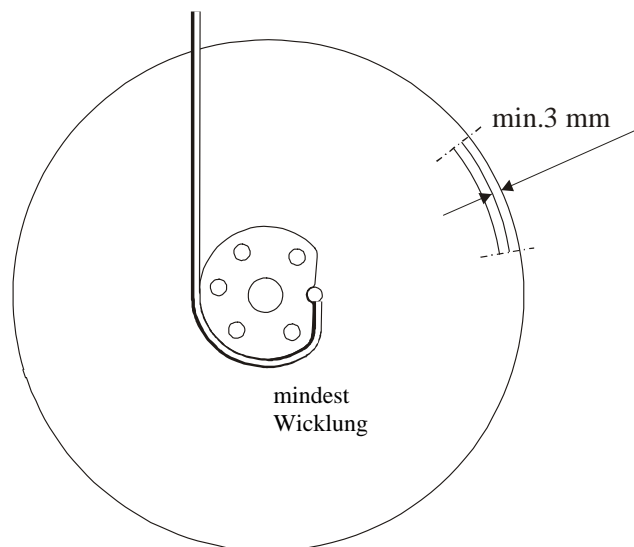

Abb. 4
Wenn der Motor nicht laufen kann, den Schalter (B) auf MAN stellen und versuchen durch Schalter (C) den Motor zu betätigen. Wenn das möglich ist, die Öffnungs- und Schließverbindungen zur Automatikeneinheit und evtl. auch das Potentiometer nachprüfen. Wenn die Betätigung des Motors nicht möglich ist, nachprüfen, ob 230 V ac vorhanden ist. Wenn ja, den Schalter (C) auf Öffnen (aufwärts) stellen, den Deckel abnehmen und die Spannung zwischen Öffnen (E) und Null (N) auf Klemme J1 (Abb.4) messen. Wenn die Spannung O.K. ist und der Motor nicht läuft, den Getriebemotor oder den Motorkondensator (H) austauschen. Wenn keine Spannung, die Printplatte austauschen. Wenn der beim Öffnen verwendete Endschalter (O Abb. 4) aktiviert ist, den Schalter (C) auf Schließen stellen (abwärts) und die Spannung zwischen Schließen (G) und Null (N) auf Klemme J1 messen. Wenn die Temperatur des Motors 110°C übersteigt, so wird ein Thermokontakt (T) ausschalten und der Motor kann nicht laufen.